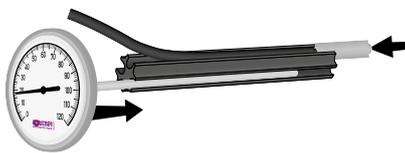

Bild 9: Das Thermometer und die Temperaturfühler werden in das Steckmodul geschoben.
1. Schieben Sie das Thermometer von einer Seite in das Steckmodul (► Bild 9).